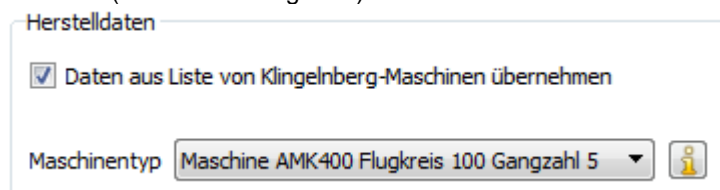

Abbildung 2.20 Auswählen des Messerkopfes aus der Liste der Klingelberg Maschinen
9. Unter **„Herstelldaten“** die Herstellung **„kontinuierlich teilendes Verfahren“** anwählen und den „Flugkreisradius“ sowie die „Gangzahl des Werkzeuges“ eingeben. Wir empfehlen die Auslegungsfunktion  rechts neben dem Eingabefeld „Flugkreisradius“ zu verwenden um einen Vorschlag für die minimale Messerkopfgrösse zu erhalten (gemäss Klingelberg „Kegelräder“ S. 70) und daraufhin den tatsächlich verwendeten Messerkopfradius aus der Produktion einzutragen. Alternativ dazu kann der Messerkopf aus der **„Liste von Klingelberg Maschinen“** übernommen werden, wenn der Haken in der Checkbox aktiviert wird (siehe Abbildung 2.20).